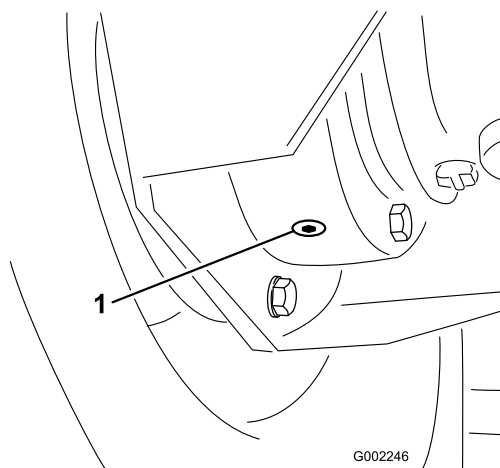

Bild 47
4. Stellen Sie eine Wanne unter die innere Ablassschraube und nehmen Sie sie ab (Bild 47).